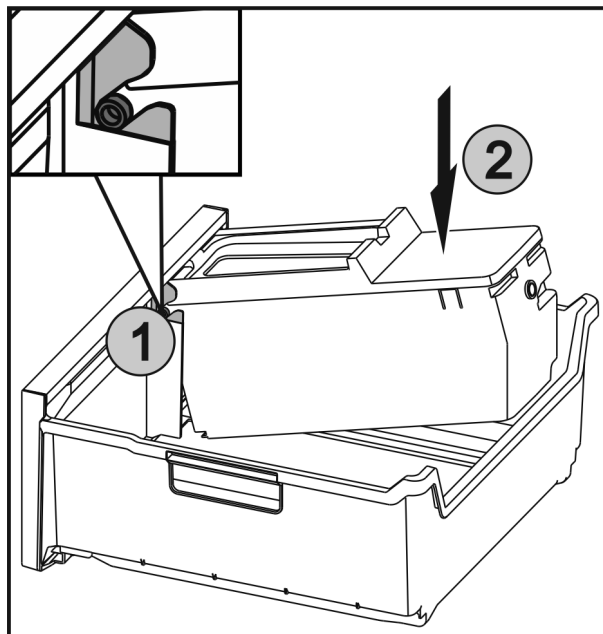

Fig. 54
- ▶ Zasuňte osi Fig. 54 (1) na EasyTwist-Ice do vedení a tlačte zadnú stranu Fig. 54 (2), kým spona nezapadne.